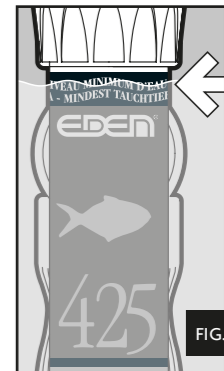

FIG. 1
- ♦ The heater must be submersed to at least the "MINIMUM WATER LEVEL" indication (fig. 1).
- To obtain the best distribution of heat in the tank, place the heater inside the aquarium so that the water can circulate freely around the glass tube, with the heating element part at the bottom of the aquarium. Otherwise the thermostat cannot work correctly. The heater is fully submersible and for correct functioning it must be submersed at least till the "MINIMUM WATER LEVEL" mark (fig. 1).
- ♦ Le chauffage doit être immergé au minimum jusqu'à l'indication "NIVEAU MINIMUM DE L'EAU" (fig. 1).
- Le chauffe-eau est complètement submersible et pour fonctionner correctement il doit être immergé au moins jusqu'au repère "NIVEAU MINIMUM DE L'EAU" (fig. 1).
♦ *De staafverwarming moet minimaal tot het streep "MINIMUM WATER LEVEL" (afb. 1) onder water zitten.*
Voor een ideale verdeling van de warmte is de staafverwarming op een plek te zetten, met een zo goed als mogelijk watercirculatie. Het moet verticaal het verwarmingselement richting aquarium bodem worden vast gezet. De staafverwarming kan volledig worden ondergedompeld maar moet minimaal tot het streep "MINIMUM WATER LEVEL" (afb. 1) onder water zitten.
♦ *El termocalentador se sumergirá como mínimo hasta la indicación "NIVEL MÍNIMO DE AGUA" (fig. 1).*
El termocalentador es completamente sumergible, y para que funcione correctamente se debe sumergir al menos hasta la marca "NIVEL MÍNIMO DE AGUA" (fig. 1)